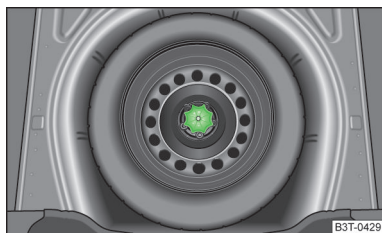

Fig. 135
La roue de secours se trouve dans une auge sous le revêtement du plancher du coffre à bagages et elle est fixée par une vis spéciale » fig. 135.
- Dévissez l'écrou » fig. 135 dans le sens anti-horaire.
- Vissez l'écrou » fig. 135 dans le sens horaire jusqu'à ce que la roue soit bien fixée.